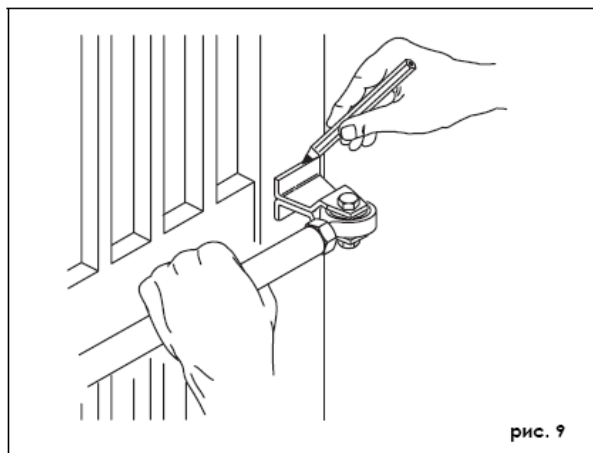

рис. 9
- 8) Закройте створку ворот и, удерживая привод строго горизонтально, наметьте место крепления переднего кронштейна к створке (рис. 9).